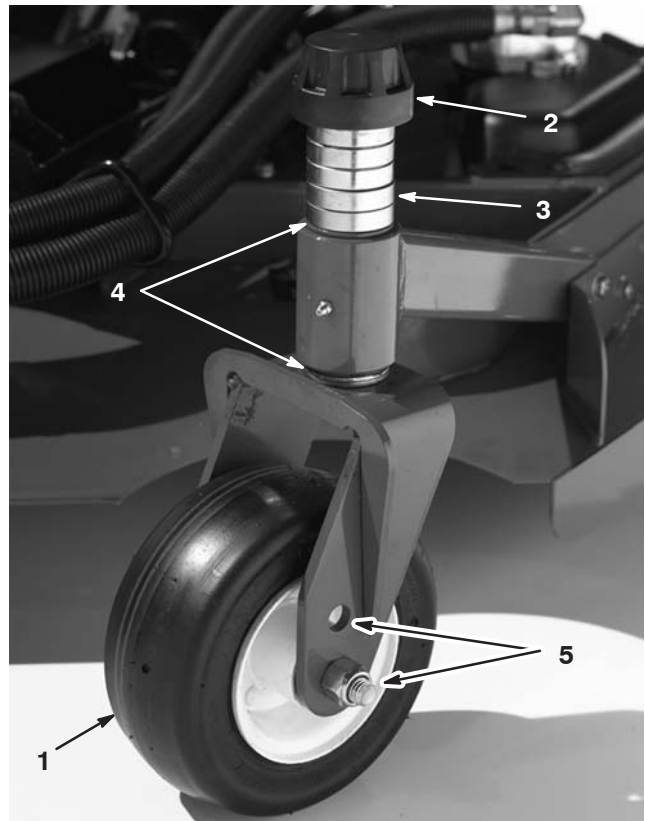
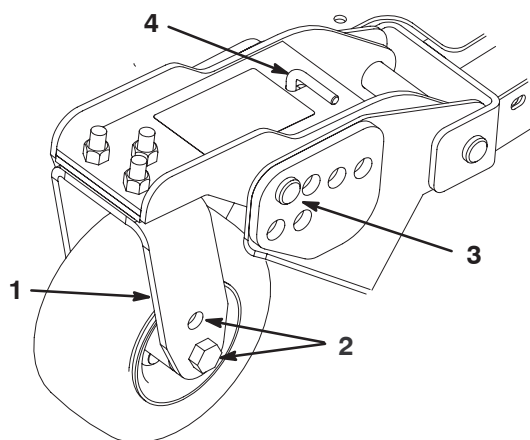
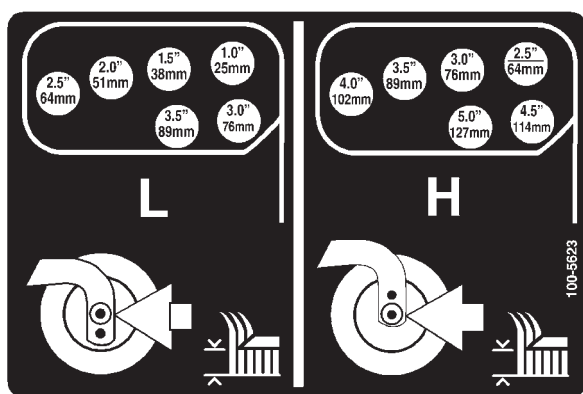

Bild 14
Bild 16
Bild 17
1. Stecken Sie die Laufradachsen in allen Gabeln in die gleichen Löcher (Bild 14 und Bild 16). Siehe die nachstehende Tabelle, um das richtige Loch für die jeweilige Einstellung festzustellen.
2. Entfernen Sie die Spannkappe von der Spindelwelle (Bild 14) und schieben die Spindel aus dem Laufradarm. Ziehen Sie zwei Beilagscheiben (3 mm) so auf die Spindelwelle, wie sie ursprünglich montiert waren. Diese Beilagscheiben sind erforderlich, um alle Mähwerke über die Breite auf ein Niveau zu bringen. Ziehen Sie die erforderliche Anzahl von 13-mm-Distanzstücken (siehe die nachstehende Tabelle) auf die Spindelwelle, um die gewünschte Schnitthöhe herbeizuführen; ziehen Sie dann die Scheibe auf die Welle auf.
4. Entfernen Sie den Splint und den Lastösenbolzen von den Laufradgelenkarmen (Bild 16).
5. Drehen Sie die Spannstange, um den Gelenkarm anzuheben oder abzusenken, bis die Löcher mit den ausgewählten Schnitthöheneinstellungslöchern im Mähwerkrahmen flüchtig sind (Bild 16 und Bild 17).